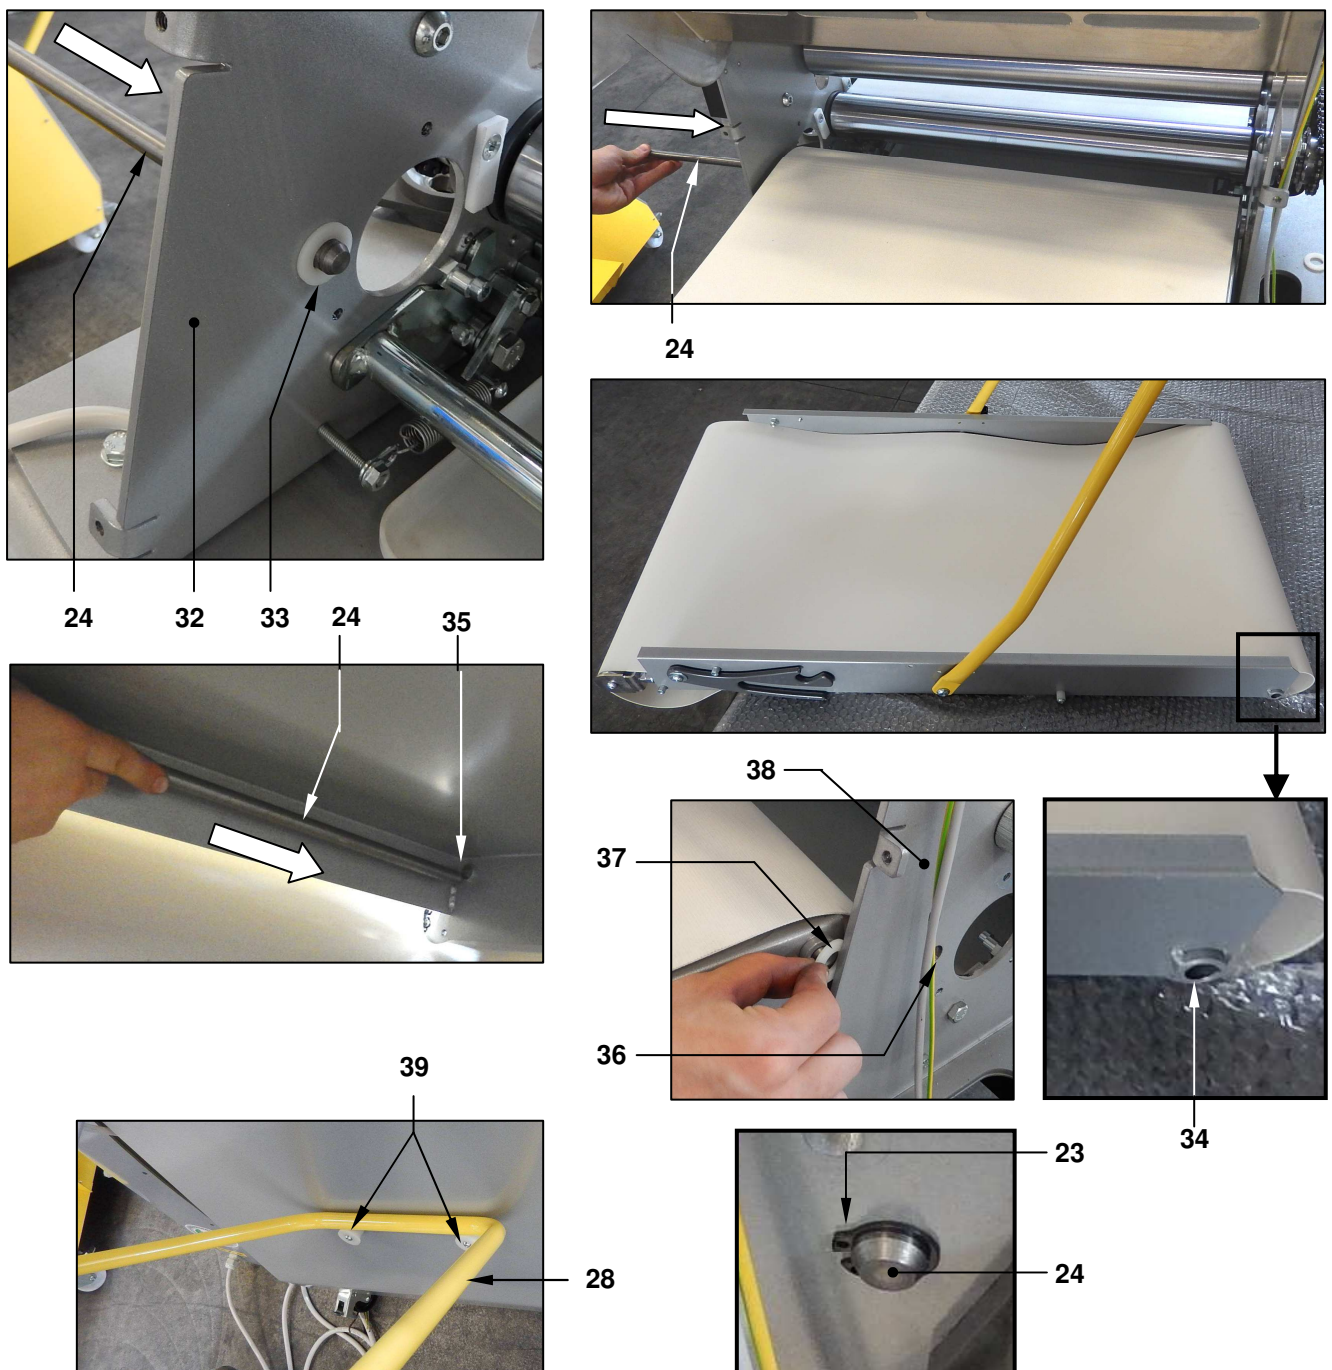

Рис. 38 - SF450 и SF500: установка пальца крепления стола между боковинами машины
16. пока один оператор поддерживает стол, чтобы он не упал утратив опору, первый оператор (опытный) должен снять подходящим съёмником стопорное кольцо (23) (фото O), затем втолкнуть палец (24) внутрь (фото P) и вытянуть его с другой стороны (фото Q) не потеряв при этом шайбы (33) и (37). Рис. 38 После этого первый оператор должен помочь первому.
18. вытяните поддон (25) (см. пар. 3.8)
19. открутите два боковых винта (26), гайки (27) и снимите опору (28) (фото R - S); запомните положение шайб и подкладок (30) и (31) (фото T). Их необходимо установить обратно в то же самое положение.
20. обоприте стол на боковую сторону, как показано на фото U (надёжно удерживая его во избежание падения и травмирования людей), снимите ленту (29) и замените её новой.
См. рис Рис. 38: